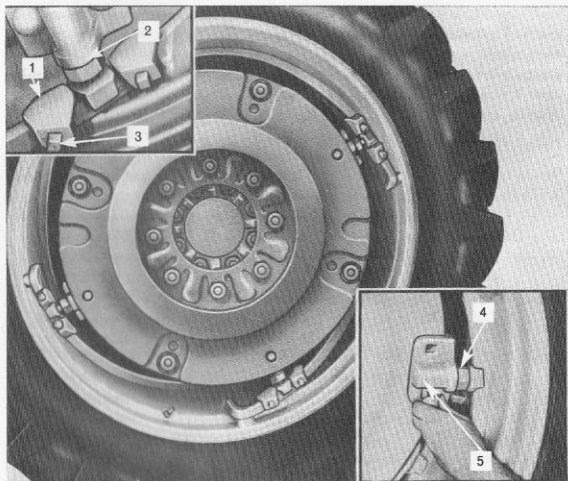

Fig. 25 Bakhjul med motordriven spårviddsinställning
Motordriven inställningsmöjlighet för bakhjulen kan erhållas som extrautrustning på både Major 4000 och Super Major 5000. Med detta system är det lätt att ställa om spårvidden mellan 142 och 228 cm med hjälp av traktormotorn. Bakhjulen har två inställningsområden, beroende på placeringen av blocken i fig. 25. Med blocken på utsidan, som bilden visar, är området 167 till 228 cm. Med blocken vända (innanför hjultallriken) är området 142 - 203 cm.
- Lossa låsmuttern (2) i den infällda bilden i fig. 25, på de fyra övre ställskruvarna. Märk de fyra blocken med en krita eller penna (detta gör det lättare att fastställa vilket block som skall dras till efter inställningen).
- Tag bort bulten, (3) i den infällda bilden i fig. 25, från stopplacken (1) på den sida som hjulet skall förskjutas mot. Placera stopplacken i önskat läge (varje hål i skenan motsvarar 5 cm spårviddsändring) och fäst den med bulten.
6. Sätt på den andra stopplacken, (1) den infällda bilden i fig. 25) för att låsa hjulinställningen. Drag till låsmuttrarna på de fyra ställskruvarna med 13,8 kpm och öka sedan likformigt dragningen i steg om 3,5 kpm per gång till totalt 27,5 kpm.
1. Lossa låsmuttern, (2) i den infällda bilden i fig. 25, på de fyra ställskruvarna. Märk de fyra blocken med krita eller penna.
2. Tag bort ett block i taget (se den infällda bilden i fig. 25) och flytta det till motsatt sida av hjulet. Drag muttrarna på bultarna med 17,3 – 20,7 kpm. Kontrollera att blocken ligger an ordentligt mot tallriksytan och kanten. Om de inte ligger i rätta lägen kan ställskruvarna lossna under körning.